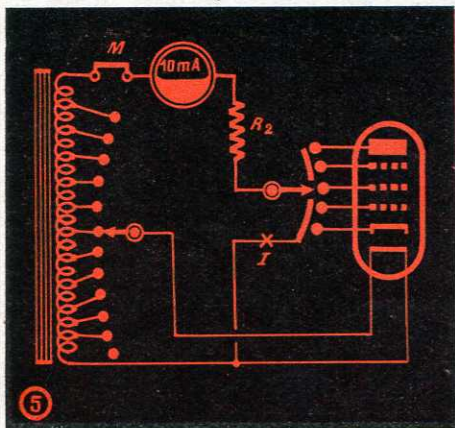

Fig. 5. — Mesure de l'émission électronique d'une lampe de faible puissance.
4) EMISSION ELECTRONIQUE. — En mettant le commutateur « ESSAIS » sur la quatrième ou sur la sixième position, on obtient les montages des figures 5 et 6 qui diffèrent l'un de l'autre par la sensibilité du milliampèremètre, qui est de 10 mA et de 50 mA respectivement, et par la valeur de la résistance limitrice R_2 ou R_3 , qui s'y trouve en série : le premier montage est utilisé pour les lampes de faible puissance, telles que les lampes « batterie » ou les diodes détectrices, et le second montage est utilisé pour les lampes plus puissantes.
Habituellement, cet essai est effectué de la manière suivante : on prévoit un interrupteur à poussoir à l'endroit marqué « I » sur le montage des figures 5 et 6. En coupant le circuit en ce point, pendant que l'on procède à une mesure d'émission électronique, le courant doit être interrompu si l'isolement entre filament et cathode est bon, ce qui se traduit par un retour à zéro de l'aiguille du milliampèremètre. En cas de court-circuit ou de fuite en-